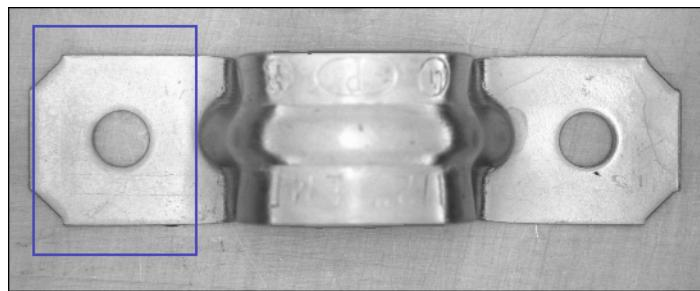

図 4-3 最初の検出範囲を選択する
14. 長方形ツールを使用して、図 4-3 に示すように、プラケットの左側に ROI を描きます。描画する領域はテンプレート画像よりも大きく、解析する他の画像内のテンプレートのすべての可能な位置を囲むのに十分なサイズであることを確認してください。